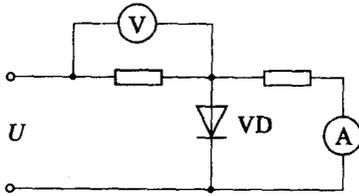

图 1-8 题 6 图
6. 如图 1-8 所示, U 为正弦交流电压的有效值, VD 为二极管,忽略 VD 的正向压降及反向电流的情况下,求交流电压表 V 和直流电流表 A 的读数。